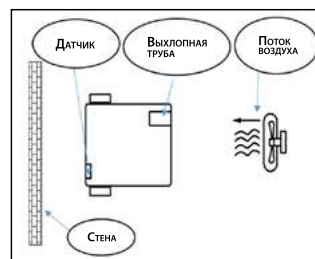

Рис. 9
**Поток воздуха или сильный ветер со стороны выхлопного отверстия, если при этом генератор установлен вблизи стены со стороны расположения датчика (Рис. 9).**